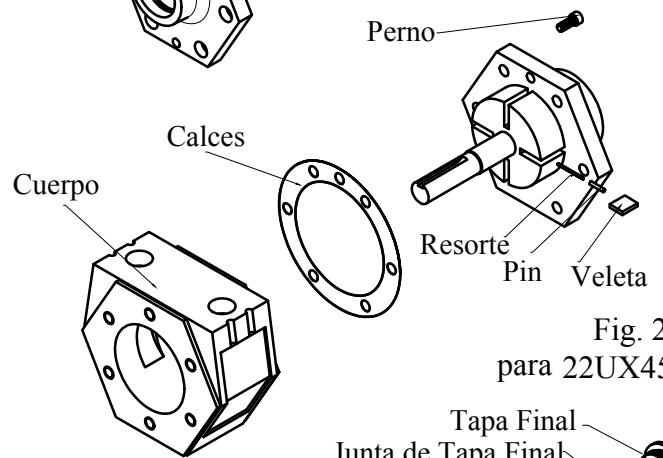
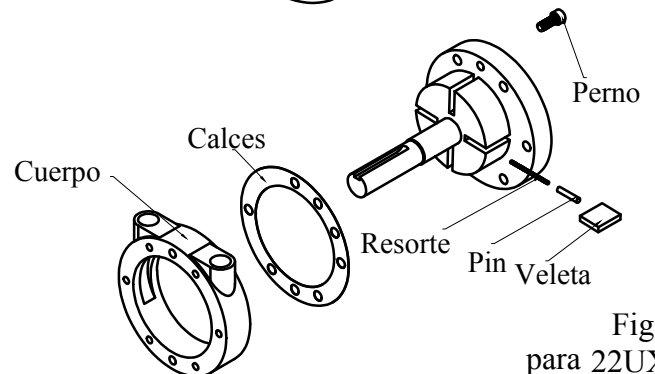
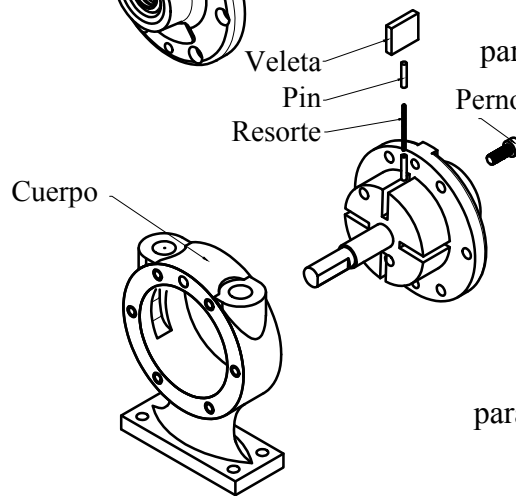

Fig. 2
Fig. 4
Fig. 6
5. Retire el cuerpo y aletas. Refiérase a la fig. 2, la fig. 4, la fig. 6.